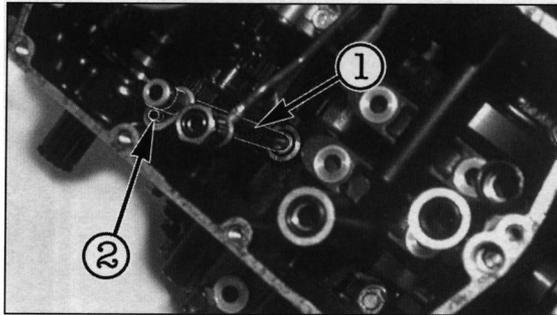

Bild 218
- Ölleitung abnehmen (Bild 218).